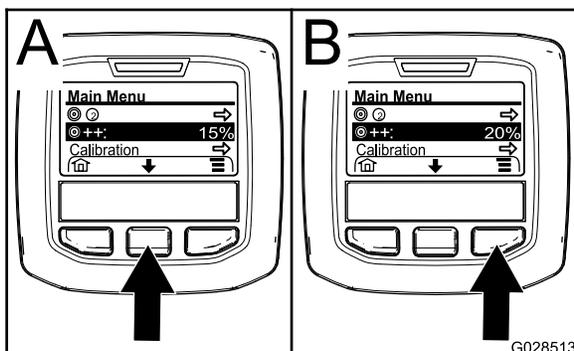

Bild 68
- Drücken Sie ggf. die mittlere Auswahltaste, um die Dosierungsverstärkung zu markieren (Bild 68).
Hinweis: Das Symbol für die Dosierungsverstärkung hat zwei Pluszeichen (+) rechts von der Zielscheibe (Bild 68).
- Drücken Sie die rechte Auswahltaste (Bild 68), um den Prozentsatz der Dosierungsverstärkung in Schritten von 5 % zu erhöhen (maximal 20 %).